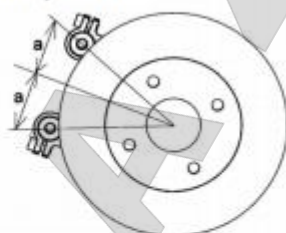

Рисунок 15
2. После позиционирования направляющей прямо по центру переходника, затяните болты М 10 крепежного адаптера (см. рис.15).
4. После позиционирования направляющей прямо по центру переходника, затяните болты М 10 крепежного адаптера (см. рис.15).